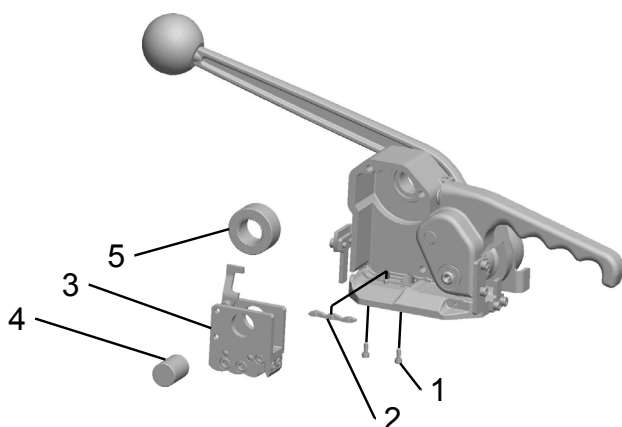

Fig. 13
- Vid byte av understans (Fig. 13/2) demontera de två fästskruvarna (13/1) och demontera understansen.